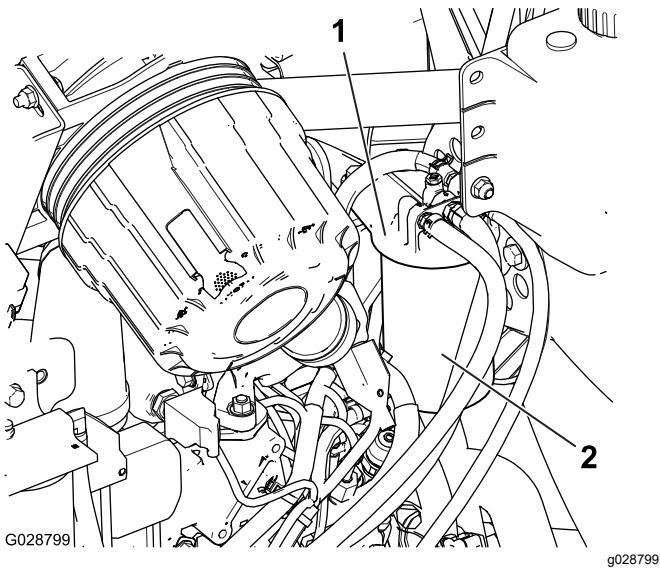

Bild 64
1. Reinigen Sie den Bereich um den Kraftstofffilterkopf (Bild 64).
2. Entfernen Sie den Filter und reinigen die Kontaktfläche (Bild 64).